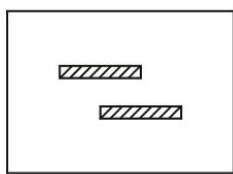
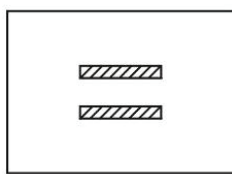
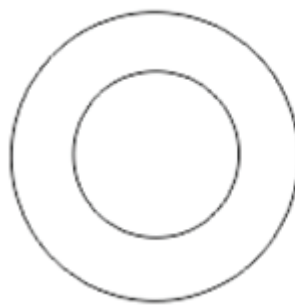

Abb.52
Abb.53
Abb.54
② um das rechte Auge auf 6ΔU einzustellen, damit die Buchstabenreihen vollständig getrennt sind.
Wenn der Patient eine horizontale Phorie hat, wird dies als Abb. 52 dargestellt. Drehprisma drehen ⑫ zum anderen Auge, mit 0-Skala nach oben. (siehe Abb. 54) Prismendrehknopf drehen ⑪ so dass kein Unterschied zwischen dem linken und rechten Auge besteht und die Skala des rotierenden Prismas zu diesem Zeitpunkt die Prismenstärke anzeigt (siehe Abb. 53).